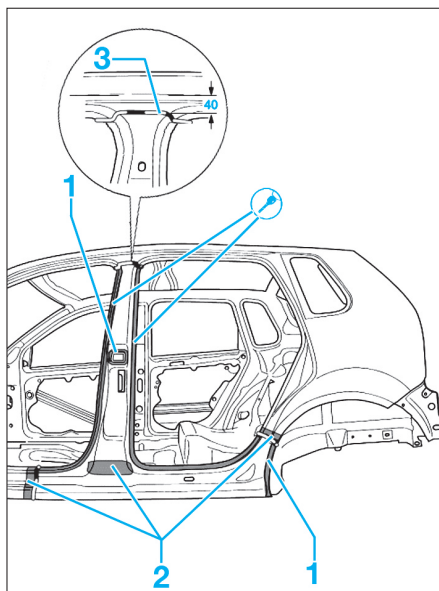

FIG. 48
- Dépointer et découper le montant B, en fonction des zones de mousse (2) et de collage (1) comme illustré (Fig.48).
! Si le renfort du montant B doit être remplacé, il est nécessaire de respecter une cotation précise. La coupe (3) doit être située à 40 mm de l'arrête du pavillon (Fig.48).